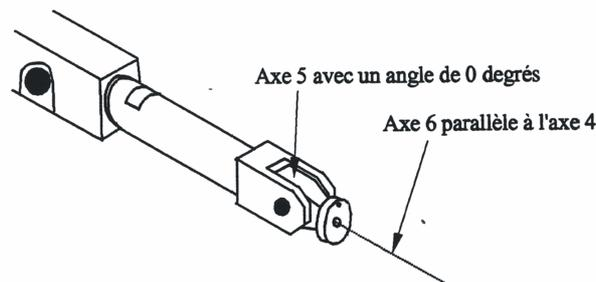

Fig.5.32 : Singularité de poignet
- la singularité de poignet (voir figure 5.32).